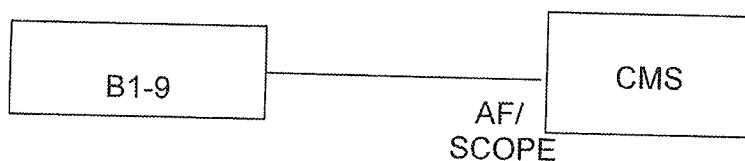

Рисунок 7.4
7.15. Определение погрешности НЧ вольтметра поверяемого прибора. Выполнить соединения в соответствии с рис. 7.4. Установить на поверяемом приборе режим "RX-TEST": "AF LEV", "RMS".